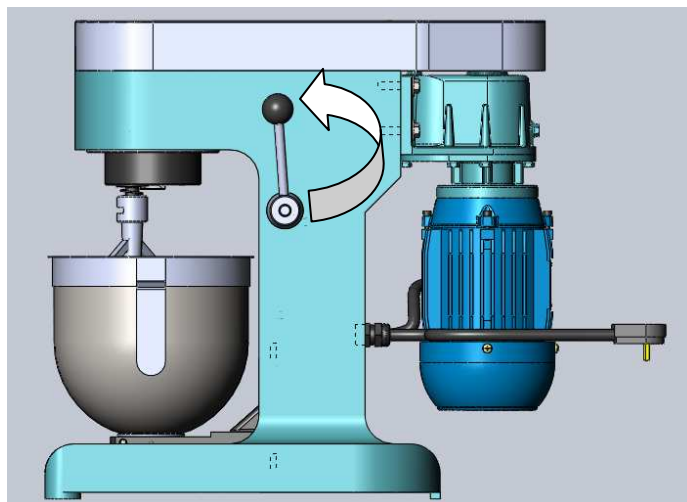

Fig. 5
3.6 - Trazer a alavanca de elevação para a frente até a sua posição máxima (fig. 5);